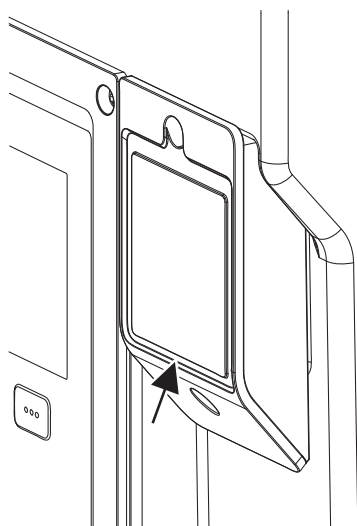

Fig. 32: Крышка модуля Wilo-Smart Connect BT
1. Отпустить винт крышки модуля Wilo-Smart Connect (Fig. 32) и открыть крышку.
Конструкция модуля Wilo-Smart Connect BT позволяет вставлять его только определенным образом. Модуль дополнительно не самофиксируется. Крышка модуля Wilo-Smart Connect (Fig. 32) на верхней части электронного модуля прочно удерживает модуль в интерфейсе.